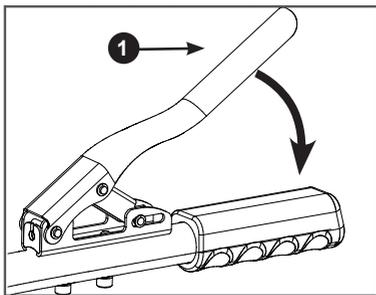

Рис. 33. Включение хода
4. Для того чтобы начать движение мотоблока на выбранной передаче быстро и плавно нажмите рычаг 1 включения хода до упора (Рис. 33).
1. Отпустите рычаг включения хода (Рис. 33).